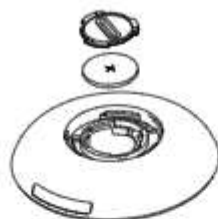

Рис. 15
- Аналогичным образом откройте защитную крышку внутри, чтобы извлечь батарею (рисунок 15).